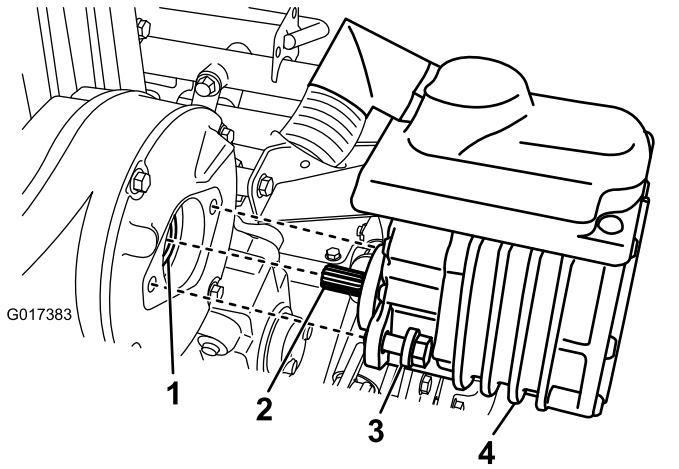

Figura 40
2. Retire los 2 pernos que sujetan el motor a la carcasa de la transmisión (Figura 40).
4. Añada 1 o 2 aplicaciones de grasa con una pistola de engrasar al acoplamiento hembra de la carcasa de la transmisión (Figura 40).